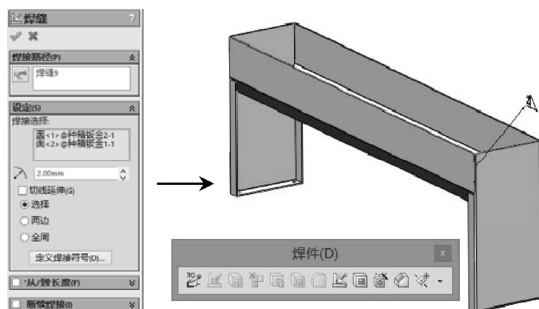

图 6-15 添加“焊缝”操作
STEP 2 单击“焊件”工具栏中的“焊缝”按钮，选择两个钣金件衔接处的两个对应面，焊缝大小设置为 2mm，在钣金件间添加焊缝，如图 6-15 所示（右击窗口上部空白位置处，可在弹出的快捷菜单中选择“焊件”命令调出“焊件”工具栏）。